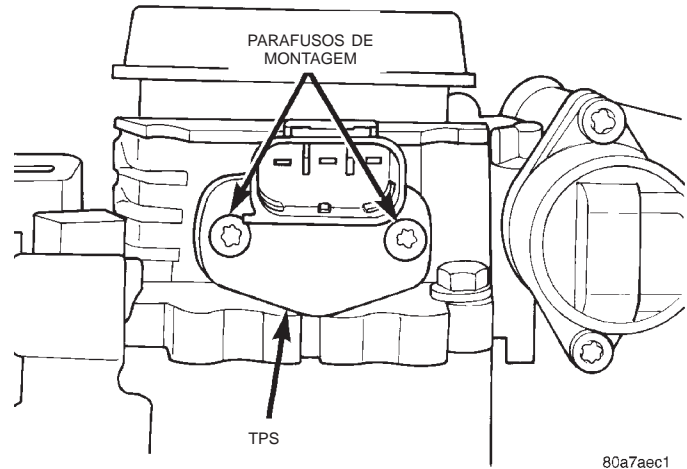

Fig. 43 Parafusos de Montagem do TPS
(1) Desligue os conectores elétricos do TPS.
(2) Retire os parafusos de montagem do TPS (Fig. 43).
(3) Remoção do TPS.